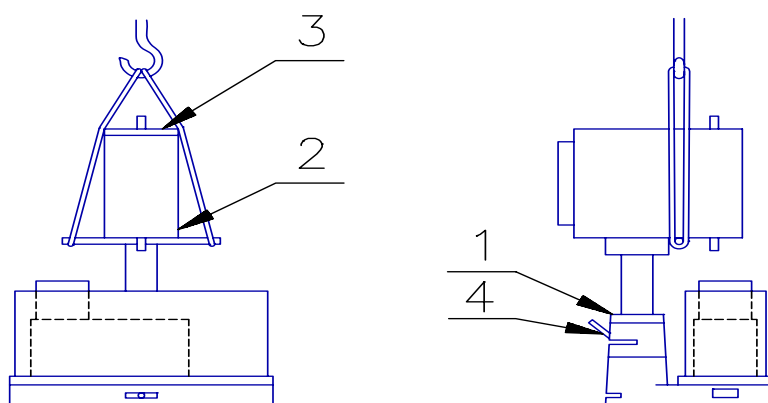

Рис. 9
Станок весит приблизительно 1430 кг без оборудования и упаковки. Подъем станка осуществляется посредством перекладины (предоставляется в комплекте со станком – см. рис. 9, пункт 2). Между ремнями помещается доска, см. пункт 3.
6. Ослабьте защитные винты (пункт 1 на рис. 9) и рукоятку (пункт 4 на рис. 9).
7. Теперь можно поднять хонинговальную коробку и колонну примерно на 300 мм, как это показано на рис. 9.
**ВАЖНО:** Никогда не пытайтесь поднять станок, в то время как хонинговальная коробка сама находится в поднятом положении. Если станок требуется передвинуть, нужно снова опустить колонну, а также раскрутить предохранительные винты (пункт 1, рис. 9).